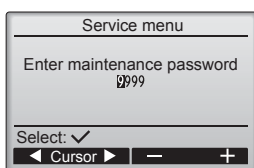

Fig. 6-2
- ① Selecteer "Service" in het Hoofdmenu en druk op de toets [✓].
- ② Wanneer het Service-menu is geselecteerd, wordt er een venster weergegeven waarin om het wachtwoord wordt gevraagd. (Fig. 6-2)